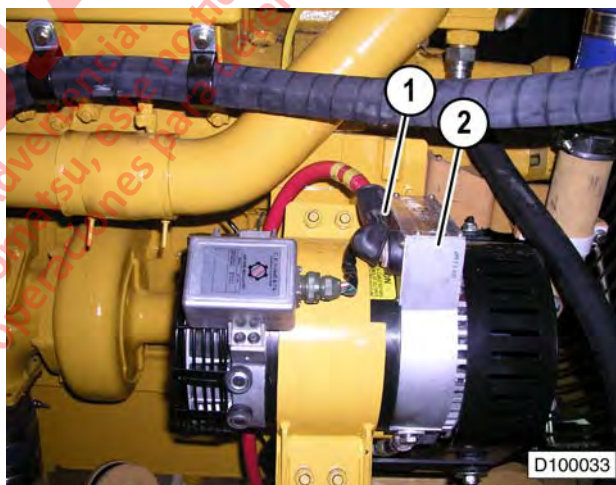

FIGURA 10-18. RETIRE EL CABLE DE LA BATERÍA
3. Retire el cable de la batería (1, Figura 10-18) del terminal (B+) del alternador (2).
7. Instale el cable (B+) de la batería en el terminal del alternador (2, Figura 10-18). Apriete la tuerca a **32 N·m** (24 ft lb).